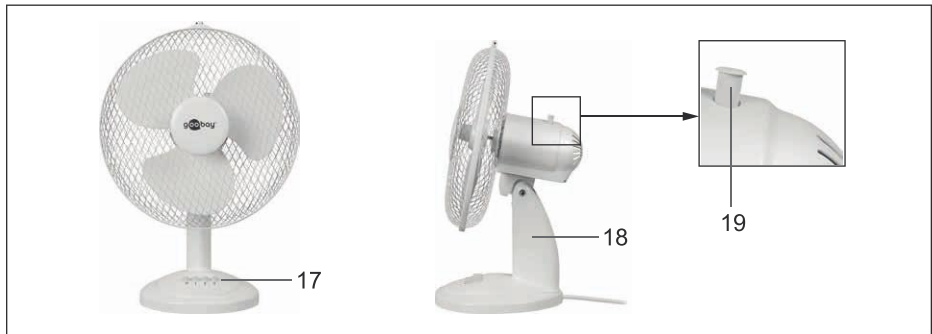

Fig.66: Volledig gemonteerde tafelventilator
1. Pak de ventilator alleen vast aan de sokkel (18, afb. 66) en plaats deze op een stofvrij, stevig en horizontaal oppervlak.
De ventilatiesnelheid kan in 3 standen worden ingesteld door te drukken op druktoetsen 0 - 3 (17, afb. 66):
**AAN:** druk de pen voor de rotatie-instelling (19, afb. 66) in de motorbehuizing.